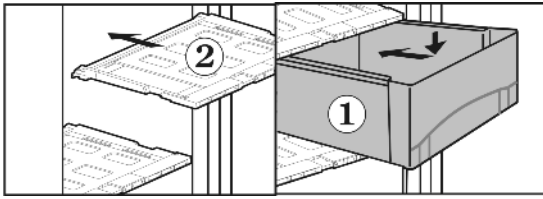

Fig. 31
- ▶ Установите крышки выдвижного ящика *Fig. 31 (2)*: поперечные ребра крышки выдвижного ящика вставьте снизу в задние направляющие, защелкните спереди фиксатор в направляющей.
- ▶ Выдвижные ящики *Fig. 31 (1)* установите на направляющие и вдвиньте полностью до ясно слышимого защелкивания.